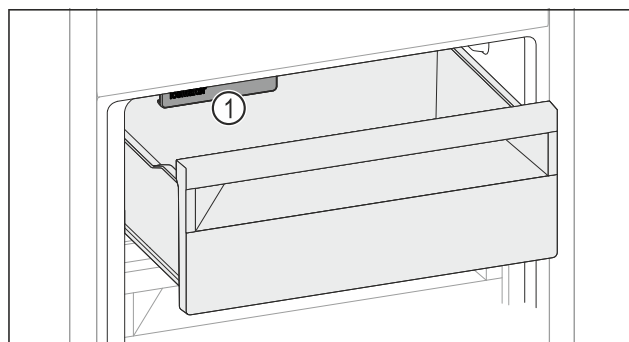

Fig. 111
► Vegye figyelembe az IceMaker-t Fig. 111 (1).